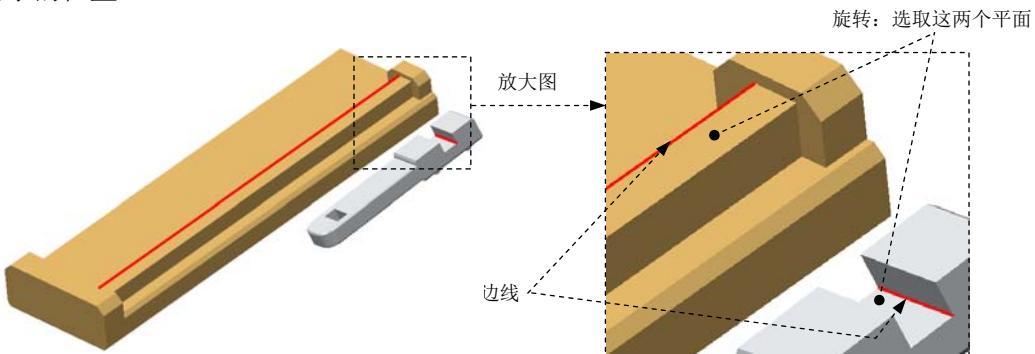

图 9.6.10 创建滑块 (Slider) 连接
Step3. 引入第二个元件 TRANSLATION_MECH_SLIDER.prt，并将其调整到图 9.6.10 所示的位置。
(1) 在连接列表中选取 滑块 选项，此时系统弹出“元件放置”操控板，单击操控板菜单中的 **放置** 选项卡。
(2) 定义“轴对齐”约束。分别选取图 9.6.10 所示的两条边线为“轴对齐”约束参考，此时 **放置** 界面如图 9.6.11 所示。
(3) 定义“旋转”约束。分别选取图 9.6.10 所示的两个平面为“旋转”约束参考，此时 **放置** 界面如图 9.6.12 所示。